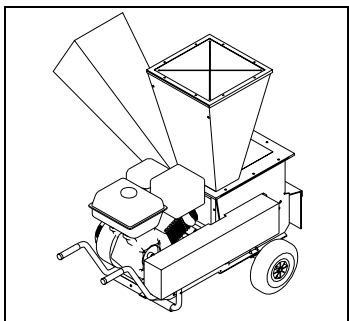

Fig. 15
- Démontér le carter des courroies de transmission comme indiqué fig. 15.